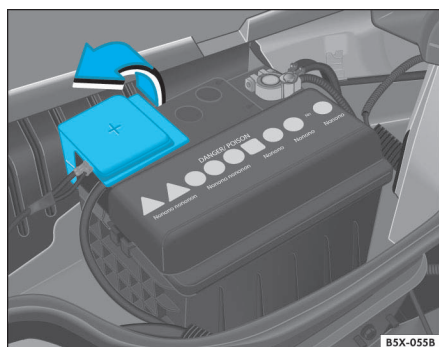

Fig. 140 Compartimiento del motor: Punto para conexión de los cables auxiliares de arranque
2. Desplace la cubierta del terminal positivo ⇒ página 178, fig. 140 -flecha- .